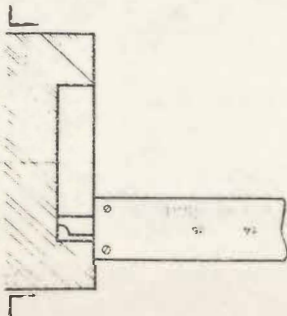

Fig. 6 Medición de profundidad.
- 11º *Verifique con el calibre con nonio (figs. 6 y 7).*
2. El calibre no debe tocar la cara interna de la pieza (fig. 6).